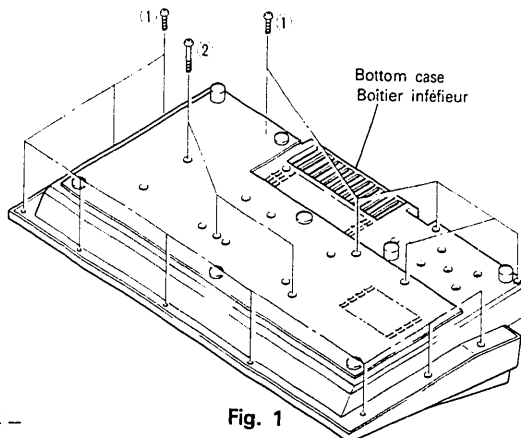
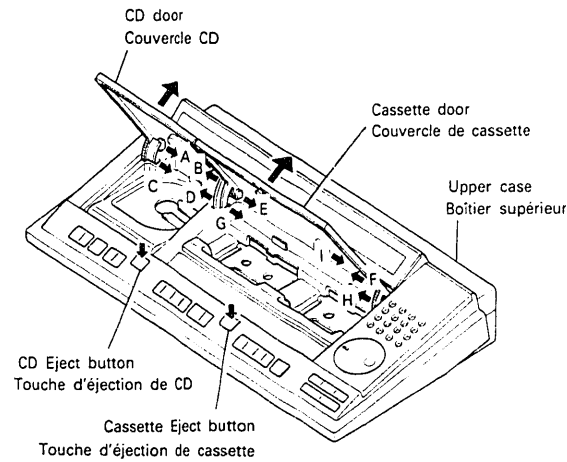

Fig. 1
Fig. 2
1. **Upper Case (Fig. 1, 2)**
Remove fourteen screws ① and three screws ② (Fig. 1). Press the CD Eject button and cassette Eject button. After the CD door and cassette door have been opened remove the upper case by lifting upward (Fig. 2).
2. **CD Door (Fig. 2)**
3. **Cassette Door (Fig. 2)**
**1. Boîtier supérieur (Fig. 1, 2)**
Enlever 14 vis ① et 3 vis ② (Fig. 1). Appuyer sur la touche d'éjection CD et la touche d'éjection de cassette. Après avoir ouvert le couvercle CD et le couvercle de cassette, enlever le boîtier supérieur en le soulevant vers le haut (Fig. 2).
**2. Couvercle CD (Fig. 2)**
**3. Couvercle de cassette (Fig. 2)**